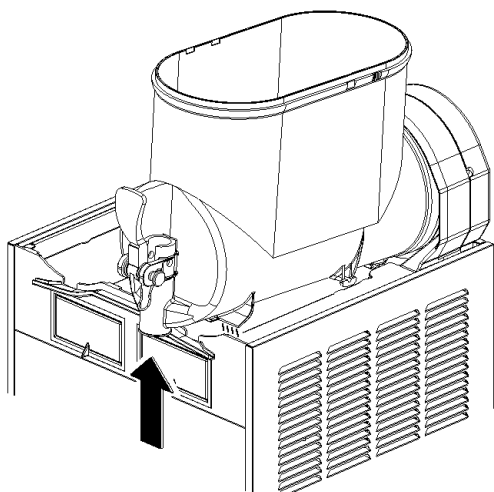
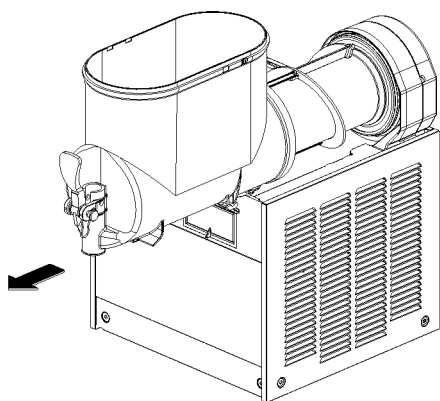

figura 7
figura 8
- 2 Smontare il contenitore spingendone leggermente la parte inferiore (lato rubinetto) verso l'alto per liberarne gli agganci inferiori (vedere figura 7) e sfilandolo successivamente dal davanti (vedere figura 8).